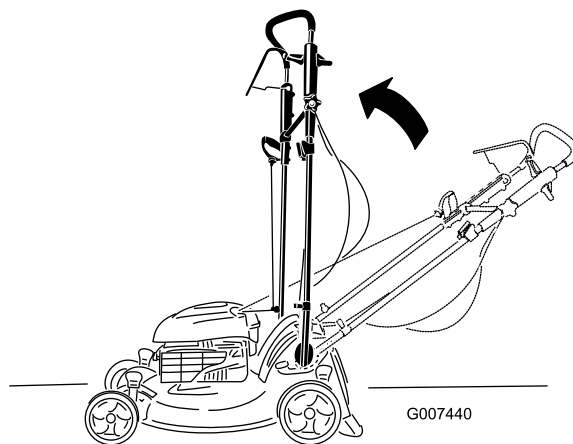

Figura 58
2. Spostate la stegola in posizione verticale (Figura 58).